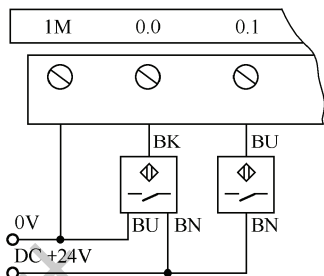

图 2-4 例 2-1 输入端子的接线
**【解】** 对于 CPUSx40,公共端接电源的负极。而对于三线 PNP 型接近开关,只要将其正、负极分别与电源的正、负极相连,将信号线与 PLC 的“IO.0”相连即可;而对于二线 PNP 型接近开关,只要将电源的正极分别与其正极相连,将信号线与 PLC 的“IO.1”相连即可,如图 2-4 所示。